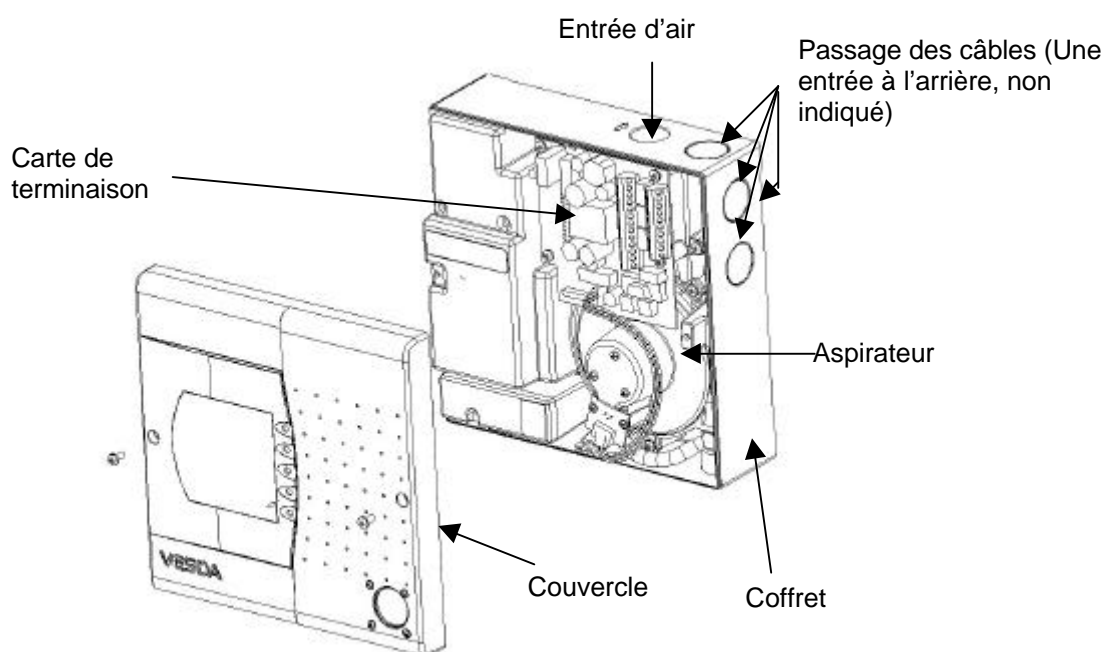

Figure 11 Le LaserCOMPACT avec le couvercle enlevé. (Orientation Normale).
- a) Déterminer le passage de câble à employer. Se référer à la Figure 11.